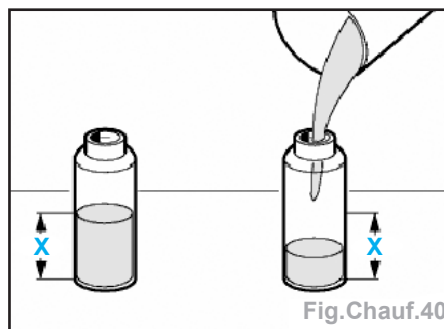

Fig. Chauff.40
- Verser dans une éprouvette graduée propre l'équivalent du volume d'huile frigorigène (récupérée de l'ancien compresseur) + **10 g** de sécurité et les reverser dans le nouveau compresseur (Fig. Chauff.40).